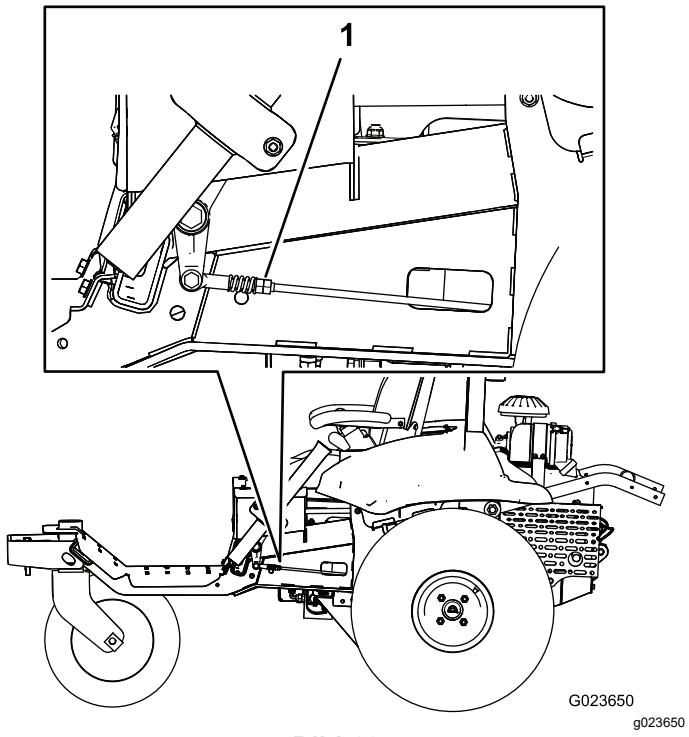

Bild 60
- Drehen Sie auf einer Seite der Maschine langsam die Doppelmuttern am Gestänge (Bild 60), bis sich das Rad auf dieser Seite zu drehen beginnt, und drehen Sie dann die Doppelmuttern in die andere Richtung, bis sich das Rad in die andere Richtung dreht.